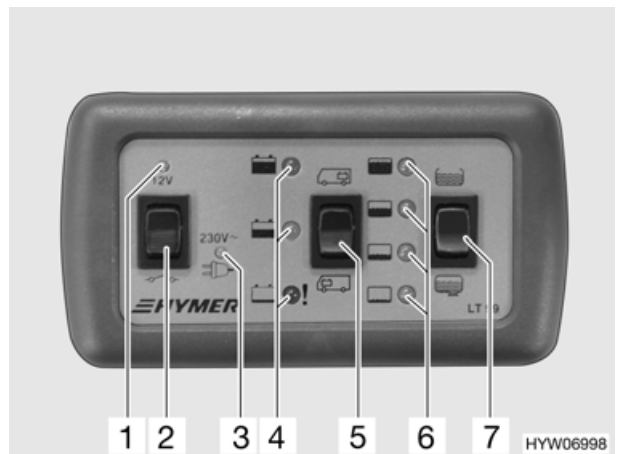

Fig. 37 Pannello di controllo
La centralina elettrica funziona solo in collegamento con il pannello di controllo (Fig. 37).
- Se necessario, inserire brevemente l'alimentazione a 12 V mediante l'interruttore principale 12 V (Fig. 37,4). Ciò è possibile solamente se la tensione della batteria è maggiore di 11 V. Se la tensione è minore di tale valore, l'alimentazione a 12 V può essere riaccesa solamente dopo che la batteria dell'abitacolo è stata ricaricata.
L'interruttore principale a 12 V (Fig. 37,2) inserisce o interrompe l'alimentazione a 12 V dell'abitacolo.
- Premere in alto l'interruttore a bilico (Fig. 37,2) "12 V": l'alimentazione a 12 V dell'abitacolo è inserita. La luce spia a 12 V (Fig. 37,1) diventa verde.
- Premere in basso l'interruttore a bilico (Fig. 37,2) "12 V": l'alimentazione a 12 V dell'abitacolo è disinserita. La luce spia (Fig. 37,1) si spegne.
Con l'interruttore a bilico di indicazione della batteria (Fig. 37,5) è possibile verificare lo stato di carica della batteria dell'abitacolo e di avviamento.
Dopo aver premuto l'interruttore a bilico, si accende la luce spia rossa, gialla o verde (Fig. 37,4).
L'interruttore a bilico di indicazione del livello dei serbatoi (Fig. 37,7) consente di verificare il livello del serbatoio dell'acqua potabile e quello delle acque grigie.
Dopo aver premuto l'interruttore a bilico, si accende un LED (Fig. 37,6).
La luce spia per 230 V (Fig. 37,3) si accende in giallo quando all'ingresso della centralina elettrica è presente una tensione di rete.